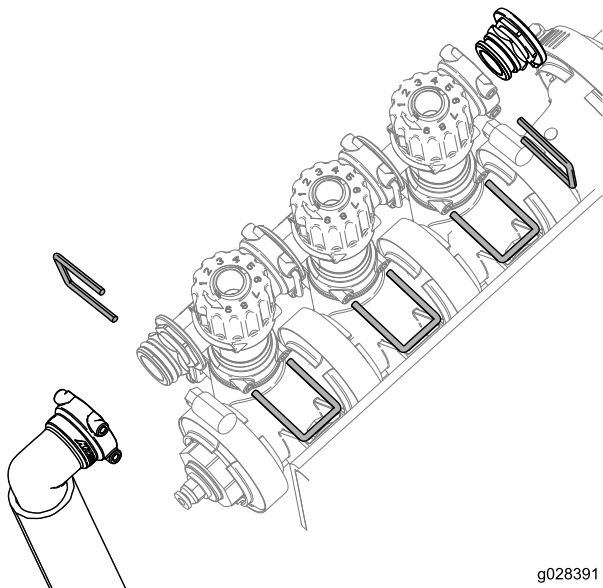

図 14
3. ブームバイパスバルブ・クラスタアセンブリ、エンドキャップ、フィッティングホースアセンブリを保持しているリテーナを 図 14.